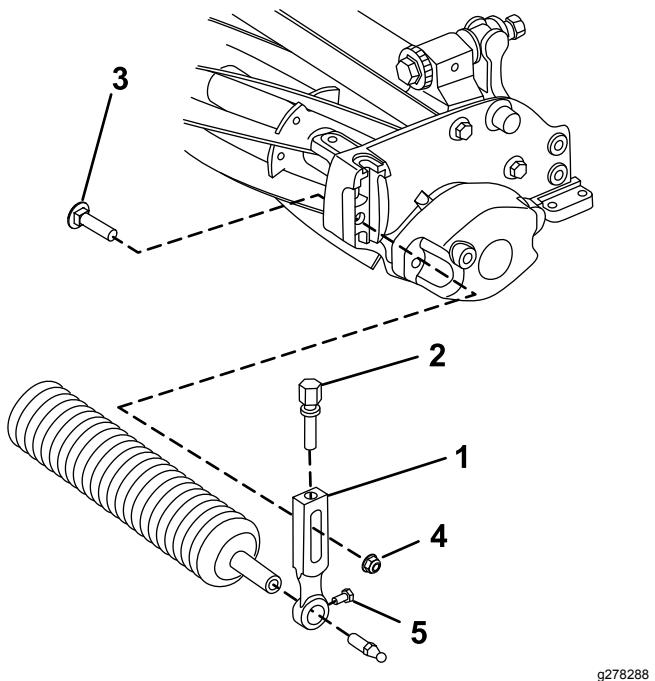

Figura 3
1. Rimuovete il bullone della lama, la rondella e il dado di bloccaggio flangiato che fissano uno dei bracci di regolazione dell'altezza di taglio alla piastra laterale dell'apparato di taglio (Figura 3).